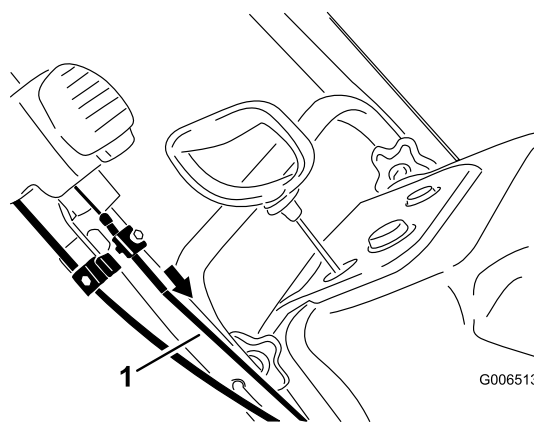

Figur 33
2. Still inn Quick Shoot-kontrollen mellom de to pilene plassert på høyre side av det øvre håndtaket (Figur 33).